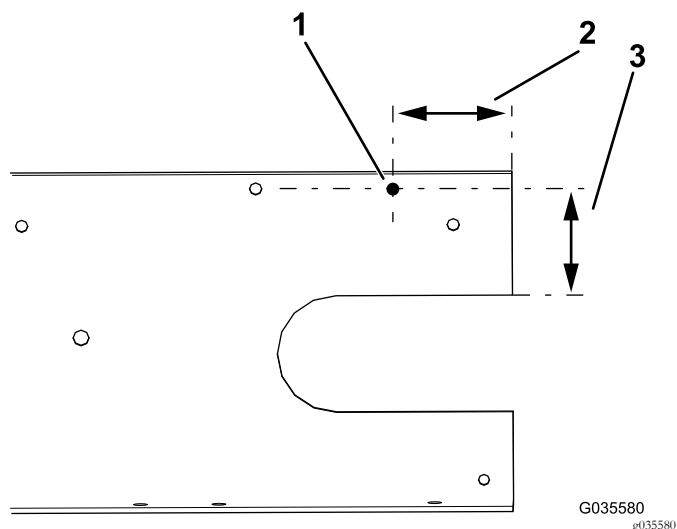

Рисунок 8
7. Просверлите отверстие на правой стороне монтажного кронштейна ISO; подходящее место для отверстия см. на Рисунок 8.
Примечание: Не сверлите отверстие поз. 1, указанное на Рисунок 8, сверлом слишком